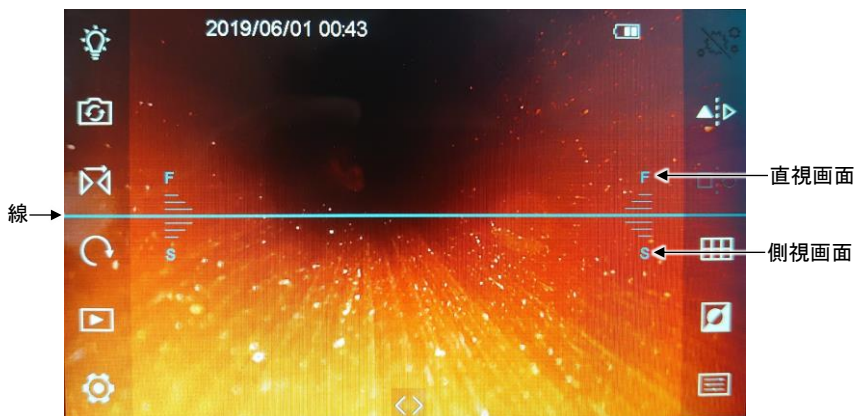

図 20
1. デュアル表示アイコン (△:▷) を押すと、画面に直視画面と側視画面に分ける線が表示されます。(図 20)